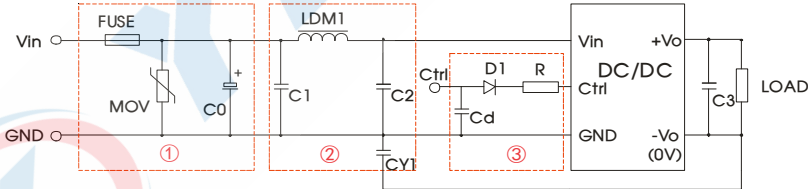

图 3
- ①图 3 中第①部分用于 EMS 测试;第②部分用于 EMI 滤波,可依据需求选择;
- ② V_C 为 Ctrl 端相对于输入地 GND 的电压, V_D 为 D1 的正向导通压降, I_C 为流入 Ctrl 端的电流,一般取 5-10mA, Ctrl 端外围电路如图 3-③;
- ③若图中元器件无附其参数说明,则此型号外围中不需要这个元器件。